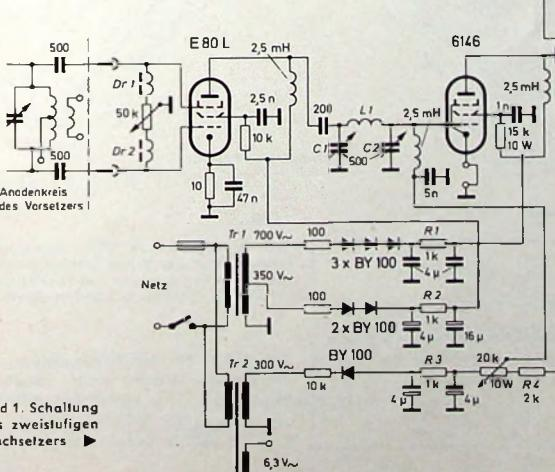

Bild 1. Schaltung des zweistufigen Nachsetzers ►
Im Heft 8/1968 der Funk-Technik wurde ein DSB/CW-Kleinsender beschrieben1). Um die Leistung dieses Kleinsenders auf einen für den praktischen Amateurfunkbetrieb brauchbaren Wert zu bringen, wurde ein Nachsetzer gebaut und erprobt. Der zweistufige Nachsetzer (Bild 1) enthält die Treiberstufe und den Endverstärker (PA). Mit den angegebenen Werten wird ein Output von etwa 60 W erreicht. Der Nachsetzer ermöglicht als dritte Betriebsart Amplitudemodulation. In die Kathodenleitung der Endröhre 6146 kann dazu die Ausgangsspannung eines NF-Verstärkers mit 100-V-Ausgang eingespeist werden. Der Vorsatz wird dabei mit Träger betrieben. Die Ankopplung des Nachsetzers an den Vorsetzer erfolgt kapazitiv. Zur Verbindung der Geräte wird ein kurzes Stück
Der Start des ersten Intelsat-III-Satelliten (Bild 1 und Titelbild) am 19. 9. 1968 ist nun mißlungen. Die neue dreistufige Langtank-Delta-Rakete (35 m lang, 3,2 m Durchmesser, 90 000 kg Startgewicht, 100 000 kp Schubkraft), die den ersten Satelliten der Intelsat-III-Serie in seine Umlaufbahn schießen sollte, begann kurz nach dem planmäßigen Abheben von der Startrampe auf Kap Kennedy auseinanderzufallen. Ihre Zerstörung wurde vom Richtofizier eine Minute und 48 Sekunden nach dem Start als Vorsichtsmaßnahme im Fluge über Funksignal ausgelöst. Als Ursache des Fehlschlags wurde von einem NASA-Beamten ein Versagen des Neigungsstabilisierungssystems vermutet.
Bild 1. Außenansicht der Intelsat-III-Satelliten (Gewicht 113 kg, 142 cm Ø, 94 cm Höhe, Senderleistung 2 x 11 W, Antennengewinn 15 dB, Übertragungsbandbreite 2 x 225 MHz, vorgesehene Lebensdauer etwa 5 Jahre)